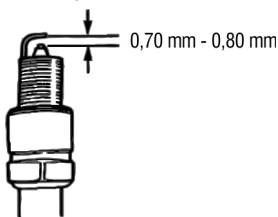

Fig. 15 – Holgura de la bujía
- 7 – Para un correcto funcionamiento, la holgura de la bujía debe estar entre 0,70 mm y 0,80 mm, (fig. 15);